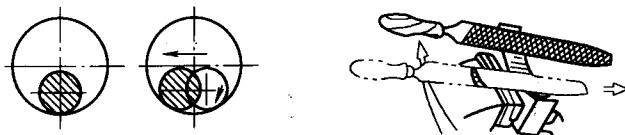

图 1-2 凹形弧面锉削
2) 凹形弧面工件的锉削方法。该类型的工件一般使用圆锉或半圆锉刀进行加工，如图1-2所示。加工凹形圆弧面的工件是有一定难度的，因为锉刀在锉削的同时要完成三种运动，即：前进运动、向左移动和绕锉刀中心转动。